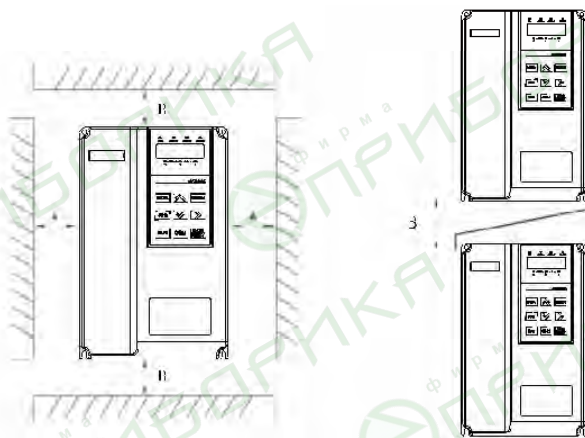

Рис.4 Варианты монтажа Преобразователя
конвекционные потоки. В случае установки нескольких Преобразователей, необходимо располагать их в горизонтальный ряд при условии вертикального расположения каждого. В случае необходимости размещения Преобразователей одного над другим, необходимо разместить отсекаТЕЛЬ воздуха из теплоизоляционного негорючего материала. Форма отсекаТеля изображена на Рис.4.
- Во избежание перегрева Преобразователя следует строго обеспечить пространство, указанное на Рис.4. Необходимо также учитывать возможность существования в шкафу других источников тепла.